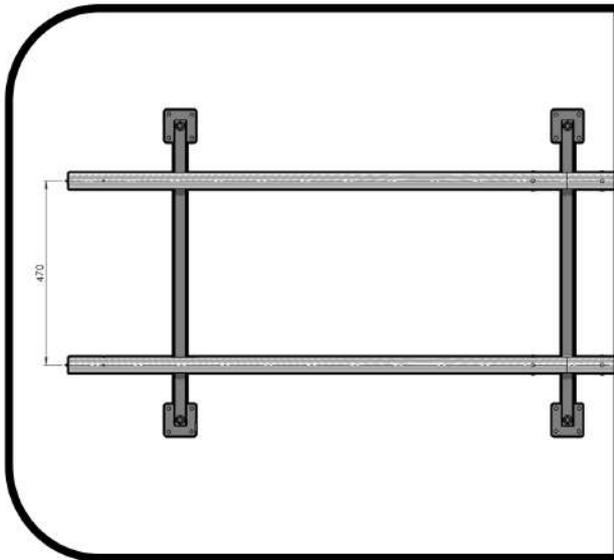

FIG. 16
5.1 Posizionare i tubi di rollio precedentemente assemblati in appoggio sulle gambe mantenendo un interasse tra di loro di 470mm (fig. 16)